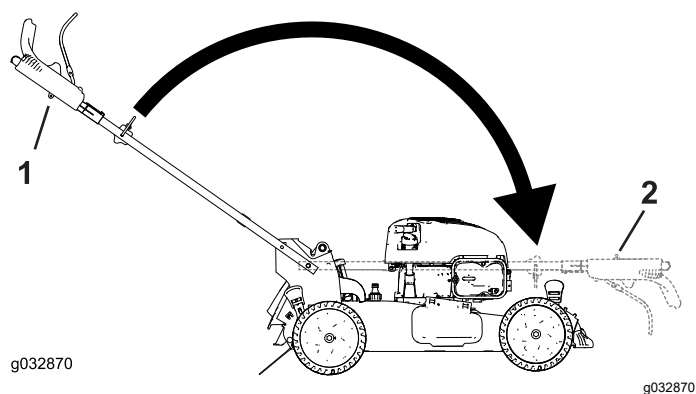

Figura 23
3. Dobre a pega rodando-a para a frente (Figura 23).